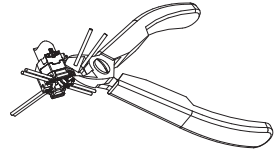

Fig 4.
6. **One-glance polarity check:** There is a guide pin hole in the face of the wire manager. When properly wired, the “white wire” of each pair will be closest to the guide pin hole. (See Fig. 4).
6. Pour vérifier la polarité d'un coup d'œil, il suffit de s'assurer que le « fil blanc » de chaque paire est placé de manière à être le plus près du guide-broche (figure 4).
6. Haga una comprobación rápida de la polaridad: Hay un agujero guía en el guiador de cable. Cuando está cableado correctamente, el “conductor blanco” de cada par estará más cercano al orificio del agujero guía. (Ver Fig. 4).